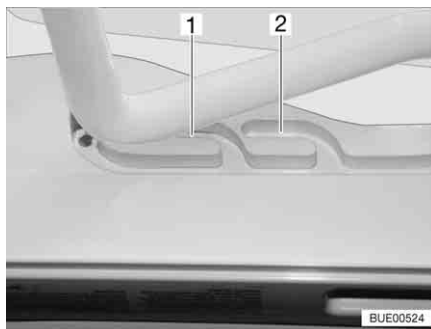
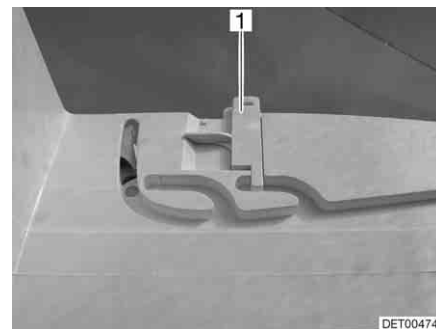

Fig. 69 Oblò Heki in posizione di ricircolo d'aria
Fig. 70 Bloccaggio della posizione di ricircolo d'aria
È possibile portare l'oblò Heki in due posizioni di ricircolo d'aria: Posizione brutto tempo (Fig. 69,1) e posizione centrale (Fig. 69,2). A seconda del modello è possibile bloccare l'oblò nella posizione centrale con il chiavistello (Fig. 70,1).
- Premere la staffa leggermente verso l'alto, spingerla nella guida selezionata (Fig. 69,1 o 2) ed eventualmente bloccarla.